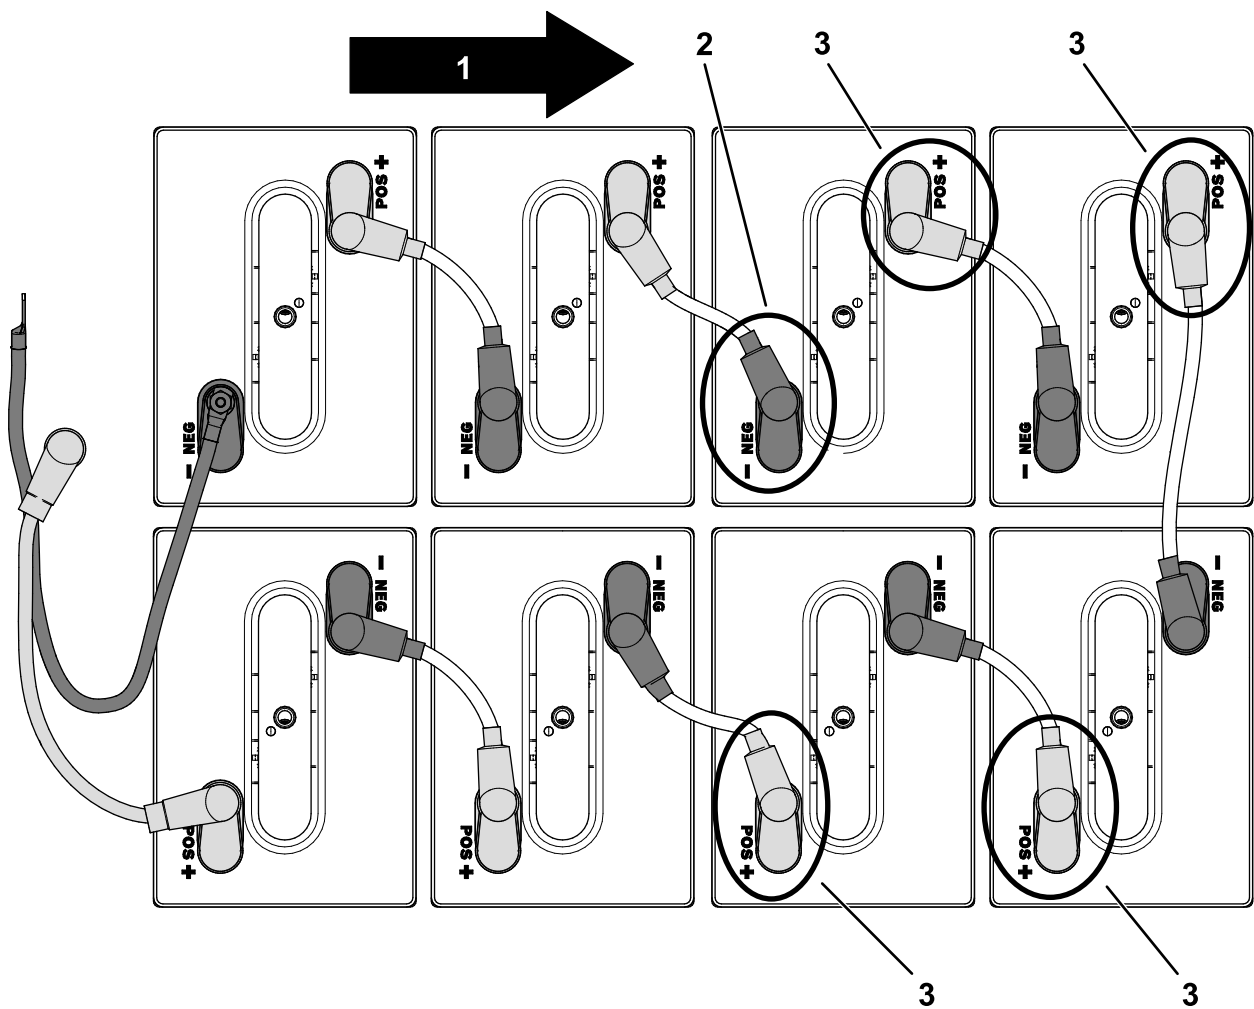

Bild 99
Wichtig: Stellen Sie sicher, dass die Batterien in der Ausrichtung, in der sie entfernt wurden, eingesetzt werden, siehe Bild 99.
4. Schließen Sie den Pluspol (+) an den vorderen vier Batterien im vorderen Batteriefach an (Bild 99).
5. Schließen Sie den Minuspol (-) an, wie in Bild 99 abgebildet.